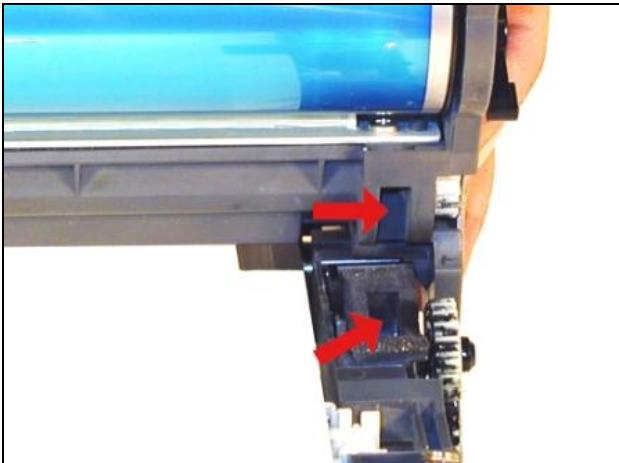

Ilustración 55
- 46. Coloque la unidad de tambor OPC sobre el ensamble de la banda de transferencia de manera tal que la cavidad de desperdicio quede alineada con la ranura. Ver ilustración 55 y 56.